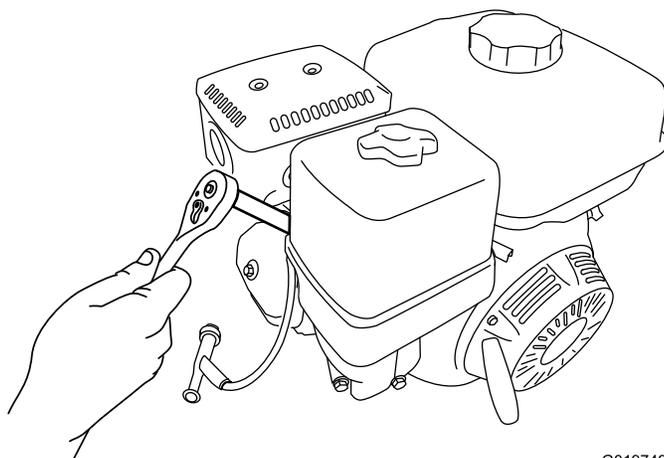

Figura 55
5. Gire la bujía en sentido antihorario usando una llave para bujías de 21 mm (13/16 pulgada) para desmontar la bujía y la junta (Figura 55).
2. Gire la bujía en sentido horario usando una llave para bujías de 21 mm (13/16 pulgada) hasta que la bujía y la junta estén asentadas (Figura 55).